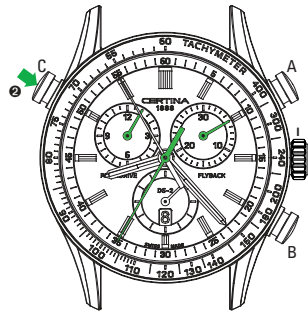

Рис. 12
**Считывание промежуточного времени 1 (см. рис. 12)**